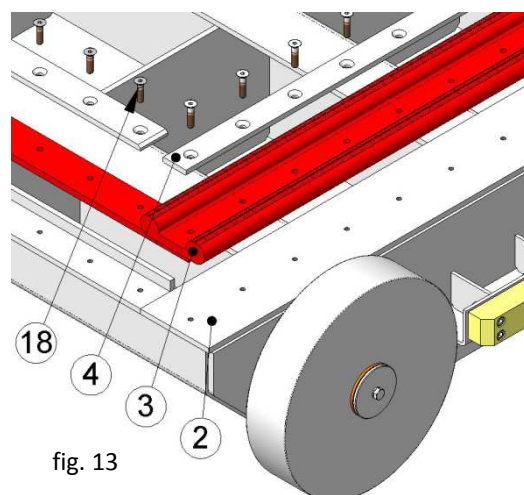

fig. 13
6. Voltar a colocar os flanges (4) fixando a junta (3). É importante que as juntas laterais e a junta inferior sobressaiam cinco milímetros da parte inferior do quadro (2), para poder realizar o fecho inferior correctamente. Verificar se estão bem montadas e aparafusá-las.
**Nota:** os números entre parênteses referem-se à fig. 13.